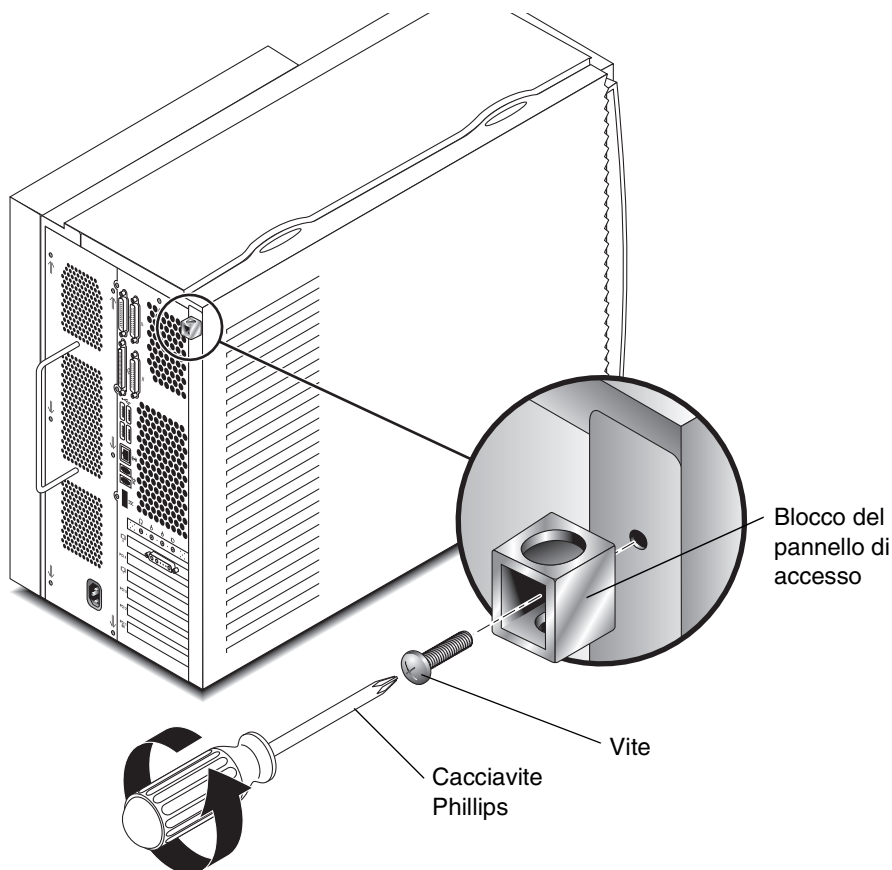

FIGURA 7 Rimuovere il blocco del pannello di accesso
1. Rimuovere il blocco del pannello, se installato (vedere FIGURA 7).
Vedere FIGURA 7.